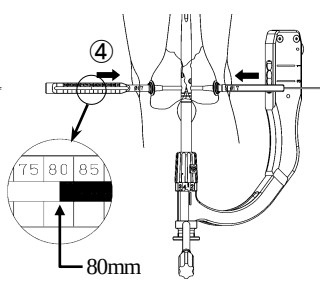

図 24
- ④ デプスゲージのスケール側を内側から挿入し、内・外側から顎部を挟み込むようにワッシャーを骨面にフィットさせ、スクリー長を計測します。(図 24)